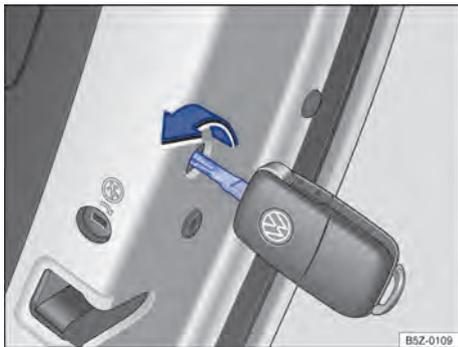

Fig. 53 Travamento de emergência do veículo com a chave do veículo.
- Remover a vedação de borracha na lateral da porta. A vedação está identificada por um cadeado  → Fig. 53.
- Inserir a haste da chave na fenda → Fig. 53 e girar no sentido horário (para fora do veículo) até o batente.